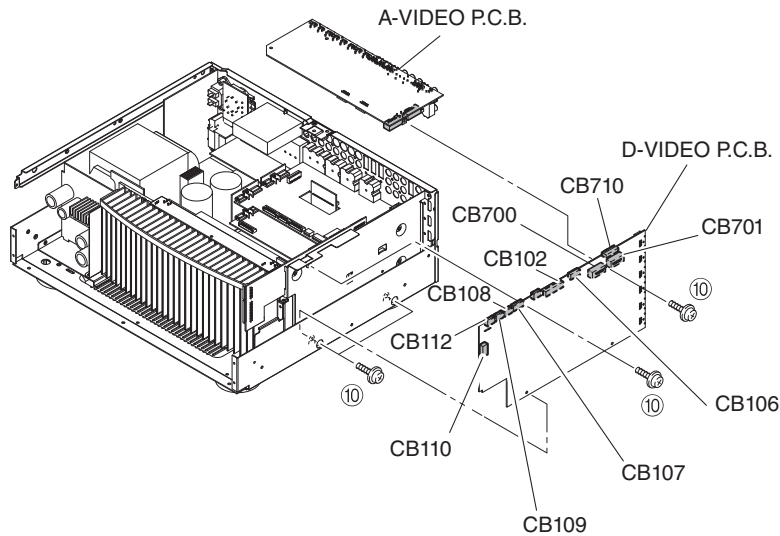

Fig. 4
- Remove 4 screws (⑩). (Fig. 4)
- Remove CB102, CB106-110 and CB710. (Fig. 4)
- Remove CB700, CB701 and then remove the D-VIDEO P.C.B. which is connected directly to the A-VIDEO P.C.B. with board-to-board connectors. (Fig. 4)
- ⑩ のネジ 4 本を外します。(Fig. 4)
- CB102、CB106～110、CB710 を外します。(Fig. 4)
- CB700、CB701 を外し、D-VIDEO P.C.B. を取り外します。ただし、D-VIDEO P.C.B. は、A-VIDEO P.C.B. に基板対基板コネクタで直接接続されています。(Fig. 4)
- Remove the A-VIDEO P.C.B.. (Fig. 4)
- A-VIDEO P.C.B. を取り外します。(Fig. 4)